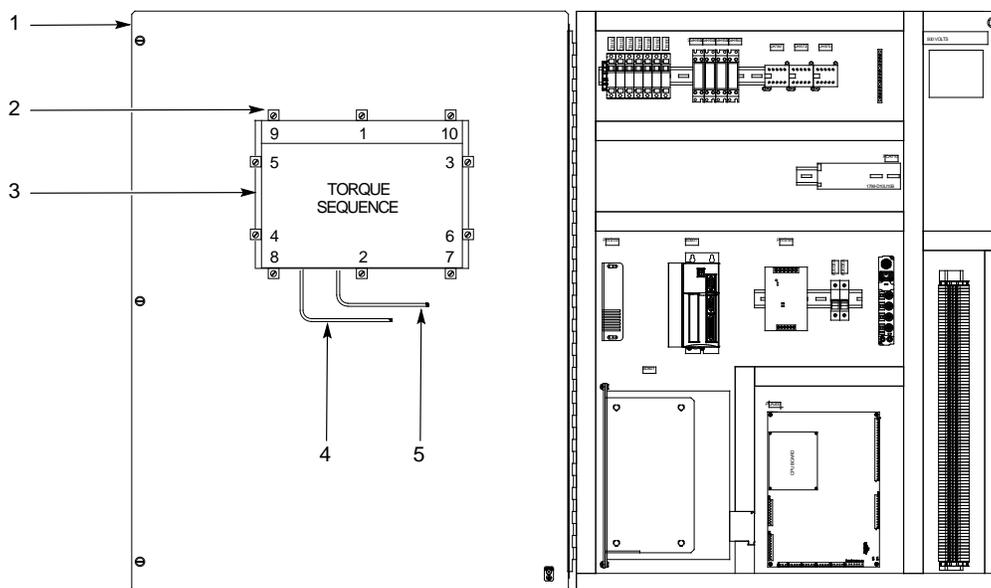

图 5 操作员界面和 PCA 更换
2. 参见图 5。打开外壳门(1)。
7. 安装安装夹(2)。按照图 5 所示的拧紧顺序，将安装夹拧紧至 10 英寸-磅(1.1N·m)。为了防止触摸屏弯曲，不要过度拧紧安装夹。
2. 参见图 5。打开外壳门。